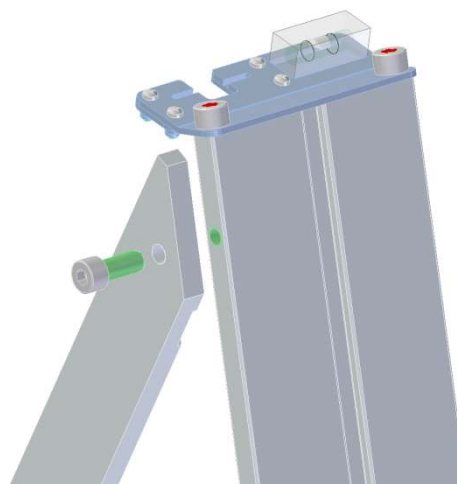

Fig. 1: Montagem do braço do suporte na placa do suporte
- Soltar o parafuso (vide Fig. 1), abrir o braço do suporte.